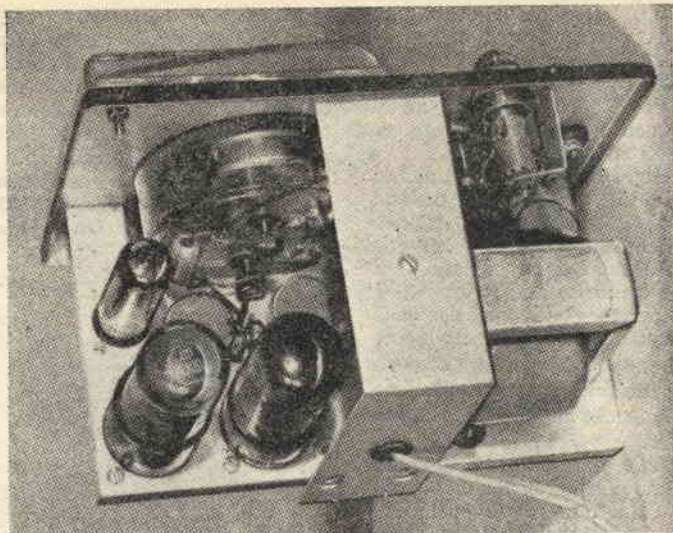

Fig. 3.
- Fig. 3 - Vista superiore del capacimetro.